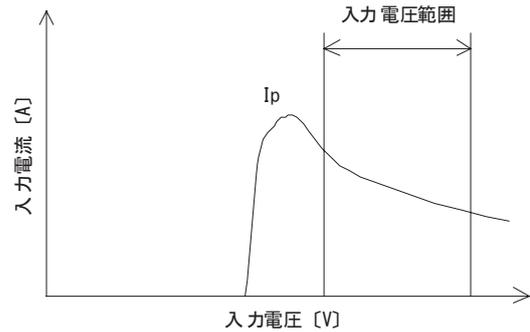
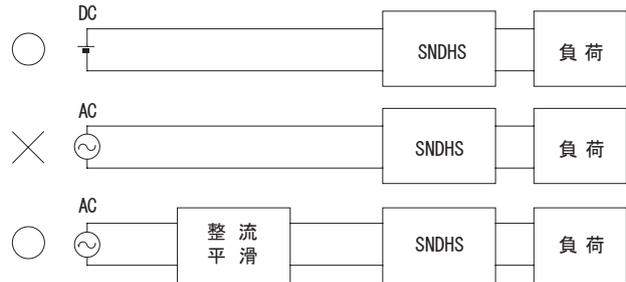

図3.2 入力電流特性
図3.3 AC入力での使用
■入力電源にはDC-DCコンバータ立ち上げ時の電流 I_p (図3.2) を考慮した、充分余裕のある電源を設定してください。
(3) AC入力での使用
■SNDHSシリーズはDC入力専用です。ACでの使用時は、電源入力に整流平滑回路を接続してください (図3.3)。